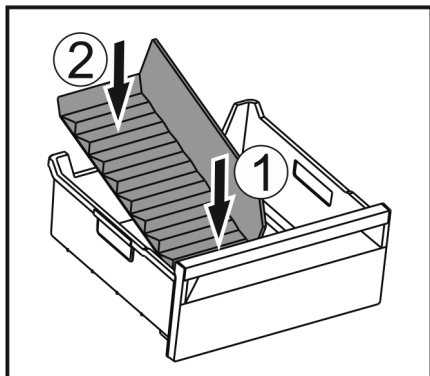

Fig. 150
- Установите переднюю часть разделителя отделения для льда. Fig. 150 (1)
- Опустите заднюю часть разделителя отделения для льда на дно выдвижного ящика. Fig. 150 (2)